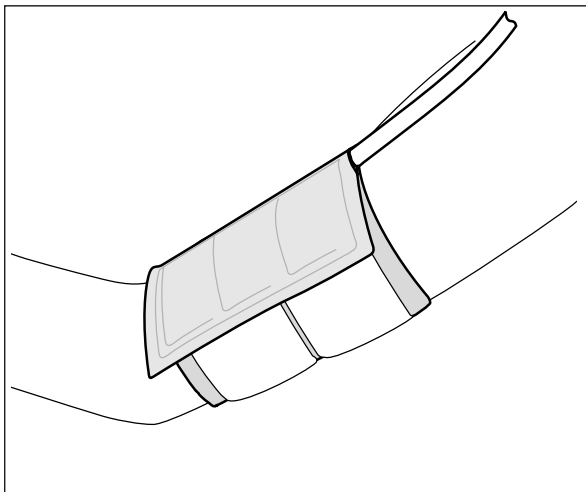

Fig. 4-1 Aplicação do manguito
- a mangueira do manguito aponta para o ombro (Fig. 4-1)